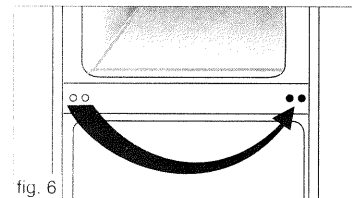

fig. 6
- 11- Retirez les caches vis et insérez-les dans les trous de fixations du support pivot intermédiaire (fig. 6).